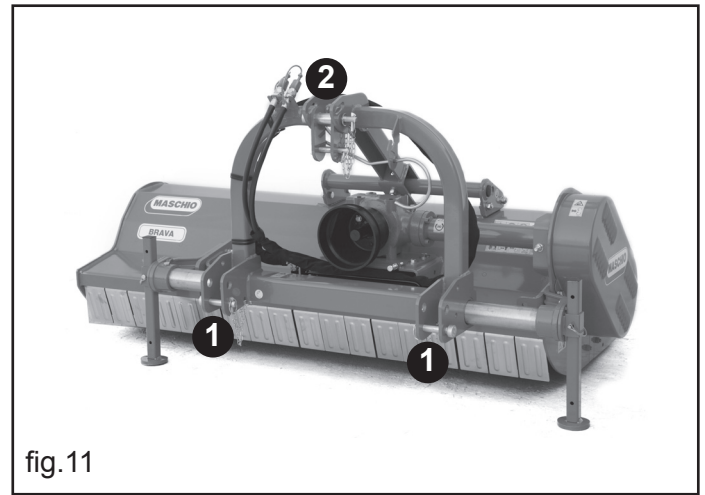
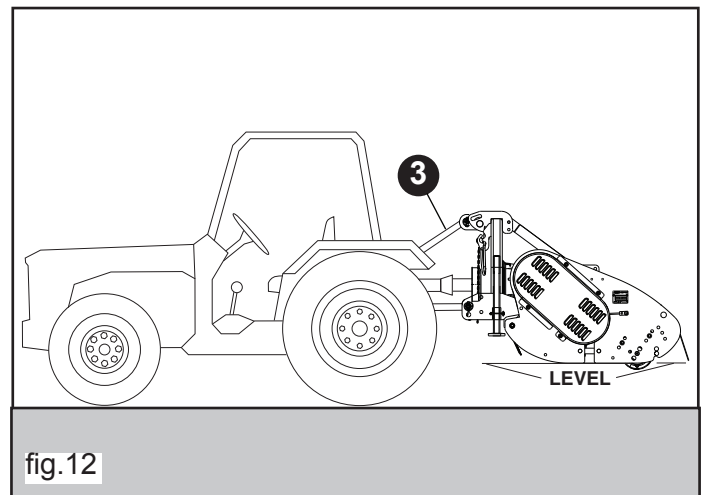

fig.11
fig.12
- 1) Enganchar las barras del elevador en los pernos predispuestos (1, fig.11). Bloquear con el pasador de muelle.
- 2) Conectar el tercer punto superior (2, fig.11); la clavija tiene que bloquearse con el respectivo pasador; a través del tensor de regulación (3, fig.12) tratar que la máquina se encuentre en posición perpendicular al terreno (fig.12).
Los símbolos tienen el siguiente significado (para referencia, véase la Fig. 12):